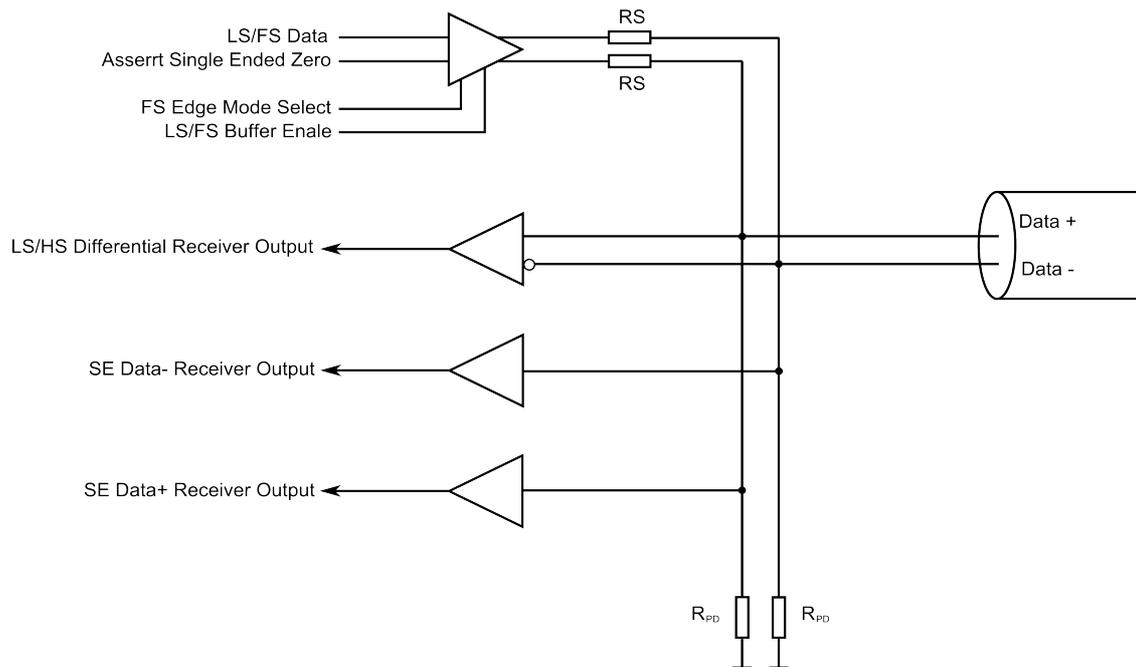

Figura 8: PHY dal lato dell'Host (Downstream).
La presenza del resistore, oltre a definire lo stato di Idle, permette all'Host di rilevare se il dispositivo è collegato o meno. Il buffer di uscita presenta un'impedenza di uscita in serie (RS) pari a 36Ω , in aggiunta a quella interna delle uscite push-pull (piuttosto bassa). Tali resistori sono aggiunti appositamente all'impedenza del buffer e adattarla alla linea di trasmissione, limitando le riflessioni. Ciononostante la linea non è terminata dal buffer in ricezione. Dal lato Host lo schema elettrico si presenta in maniera piuttosto speculare al dispositivo come riportato in Figura 8. I buffer *Single Ended* presenti sia dal lato del dispositivo che dal lato Host permettono di rilevare la tensione di linea ovvero le condizioni di Idle, SE0, SE1, Reset, Connessione, Disconnessione.